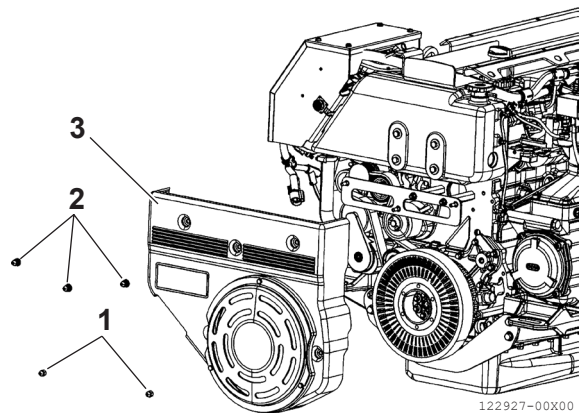

Figura 23
3. Coloque correctamente la cubierta (Figura 23 [3]) y apriete las tuercas (Figura 23 [1]), (Figura 23 [2]) al par especificado.
Tapa de protección de la correa (2 tuercas M8 × 1,25) (Figura 23 [1])	21 +/- 2 N·m
Tapa de protección de la correa (3 tuercas M8 × 1,25) (Figura 23 [2])	30 +/- 3 N·m